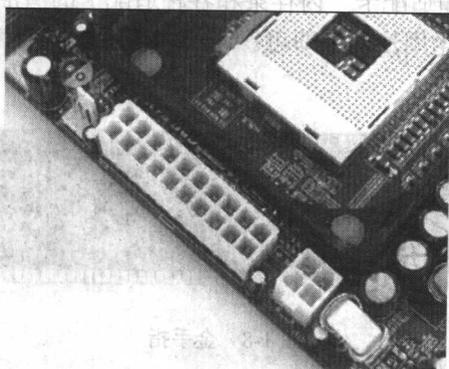

图 1-7 拔下电源插头的 motherboard
(7) 拔下主板电源插头 电源插头插在主板电源插座上, ATX 电源插头是双排 20 针插头, 插头上有一个小塑料卡, 捏住它就可以拔下 ATX 电源插头。AT 电源插头为两只六针插头 P8、P9, 平稳向上拔出即可。最后还原 AT 电源插头时请注意方向, 六针插头 P8、P9 中间的黑线应靠在一起向下插入, 方向错误将导致电源短路。如图 1-7 所示。